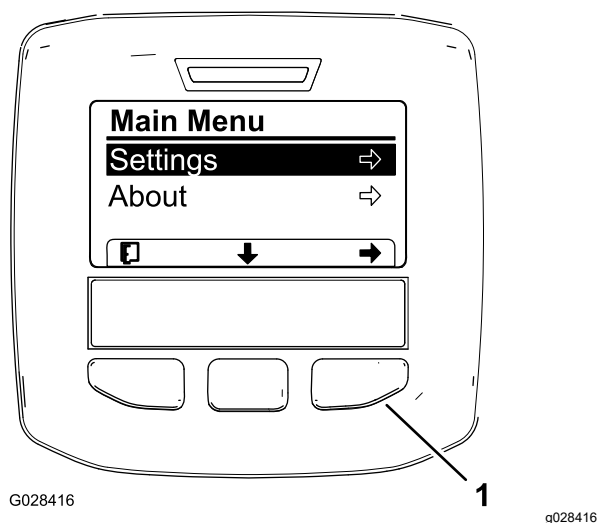
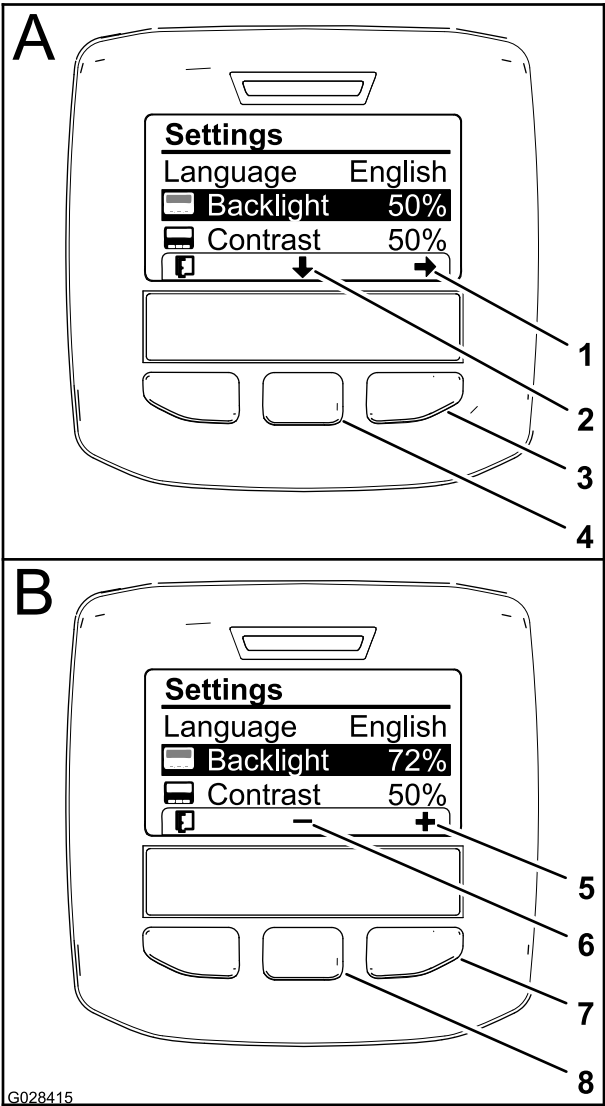

Рисунок 61
Рисунок 63
- Нажмите среднюю кнопку выбора, чтобы получить доступ к главному меню (Рисунок 61).
5. Нажмите левую кнопку выбора, чтобы сохранить выбранный вариант, выйти из меню Settings (Настройки) и возвратиться в Main Menu (Главное меню). (Рисунок 61).
стрелкой вниз на дисплее), чтобы выбрать настройку Backlight (Подсветка) (Рисунок 63).
3. Нажмите правую кнопку выбора, чтобы вывести на дисплей параметр для изменения величины (Рисунок 63).
4. С помощью средней и правой кнопок выбора измените уровень яркости дисплея (Рисунок 63).
5. Нажмите левую кнопку выбора (кнопка под значком списка на дисплее), чтобы сохранить выбранный вариант, выйдите из меню Backlight (Подсветка) и вернитесь в меню Settings (Настройки) (Рисунок 63).
6. Чтобы изменить уровень контрастности дисплея, нажмите среднюю кнопку (кнопка под значком «стрелка вниз» на дисплее), чтобы выбрать настройку Contrast (Контрастность) (Рисунок 63).
7. Нажмите правую кнопку выбора, чтобы вывести на дисплей параметр для изменения величины (Рисунок 63).
8. Нажмите левую кнопку выбора (кнопки под значком «список» на дисплее), чтобы сохранить выбранный вариант, выйти из меню Contrast (Контрастность) и возвратиться в меню Settings (Настройки) (Рисунок 63).
9. Нажмите левую кнопку выбора, чтобы выйти из меню Settings (Настройки) и возвратиться в Main Menu (Главное меню) (Рисунок 61 и Рисунок 63).
10. Нажмите левую кнопку выбора для возврата на главную страницу (Рисунок 63).